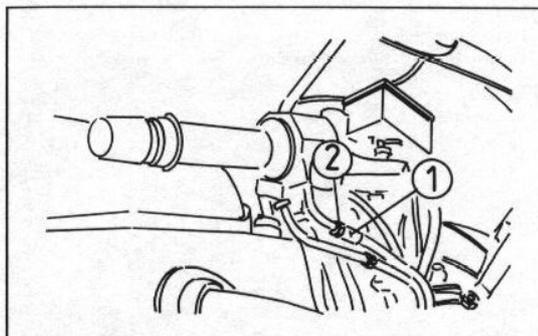

Bild 44
- Prüfen, ob der Einsteller und die Kontermutter beim Gasdrehgriff festgezogen sind (Bild 44).